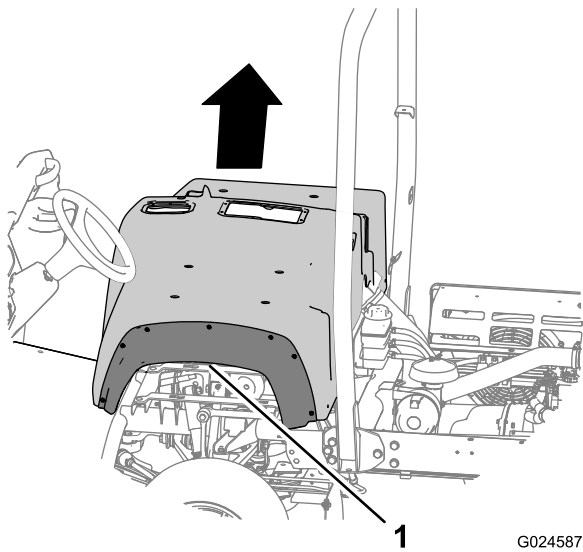

Figure 13
3. Soulevez le carénage du siège et déposez-le de la machine (Figure 13).